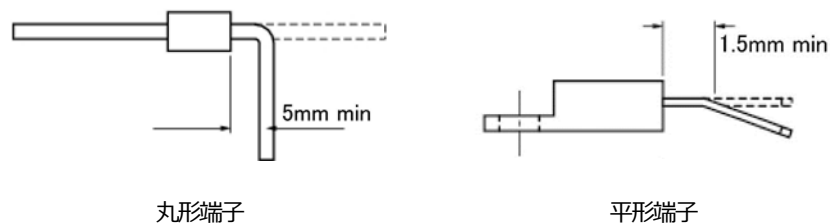

図4-4 フォーミング例
- ② 本体に応力が加わるため、根元からのフォーミング・切断は実施しないようにして下さい。本体から一定の距離を設けたうえでフォーミングを実施して下さい。(図4-4)